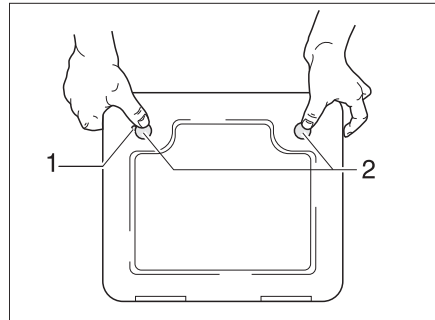

Fig. 299 Trampilla para el inodoro cassette
- Abrir la trampilla para el cassette en el exterior del vehículo. Para esto, introducir la llave en el cilindro de cierre del cierre a presión (Fig. 299,1) y girarla un cuarto de vuelta.
- Presionar ambos cierres a presión (Fig. 299,2) al mismo tiempo con el pulgar y abrir la trampilla para el cassette.